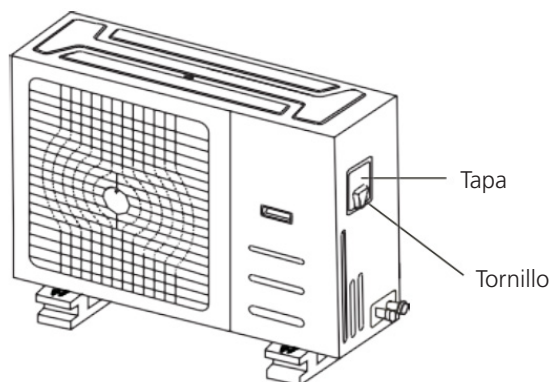

Fig. 7.1
2. Quite la tapa del compartimento eléctrico de la unidad exterior. Si la caja de control eléctrico no dispone de tapa, quite los pernos que sujetan el panel de mantenimiento y extraiga el panel protector. (Ver **Fig. 7.1, 7.2**).